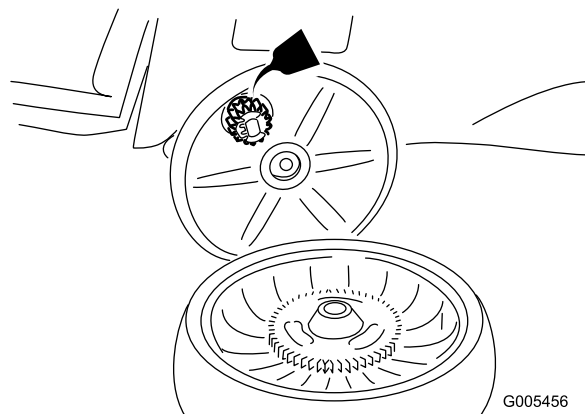

Figura 25
2. Applicare dell'olio lubrificante agli ingranaggi come illustrato in Figura 25.